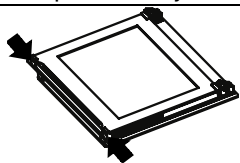
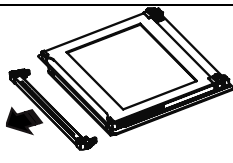

Figura 16
Figura 17
1. Presiona las trabas plásticas laterales como se indica en la **figura 16**, y tira del perfil (ver **figura 17**).